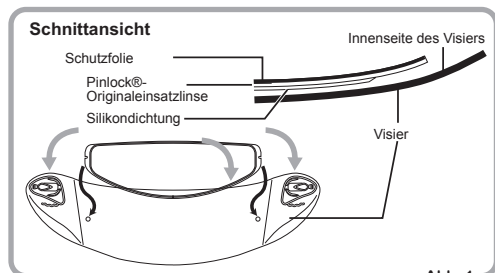

Abb. 1
- ① Drücken Sie die Seite mit der Silikondichtung der Pinlock®-Originaleinsatzlinse auf die Innenseite des Visiers, ohne die Schutzfolie von der Linse abzuziehen. Drücken Sie gleichzeitig die Pinlock®-Originaleinsatzlinse in die Innenseite des Visiers, indem Sie sie in die Exzenterstifte einrasten lassen. (Abb. 1 und 2)